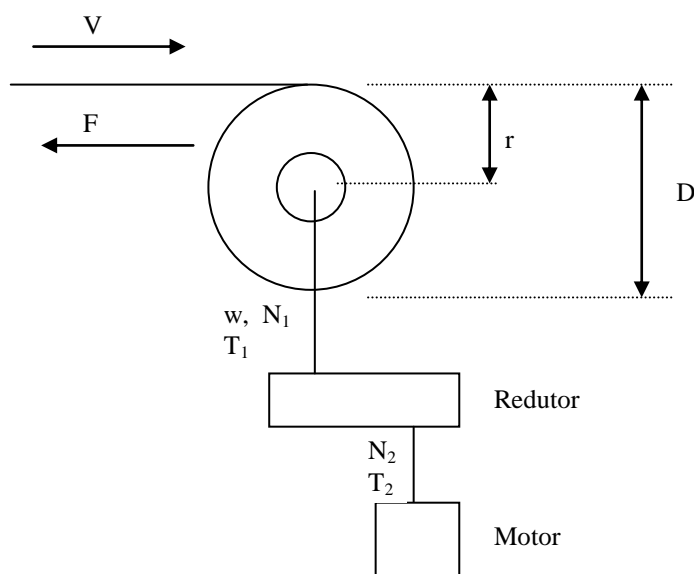

Fig. 1
A fig. 1 acima ilustra o arranjo típico e as principais grandezas envolvidas no processo de bobinamento. A velocidade de linha (V) e a velocidade angular (w) se relacionam conforme a fórmula a seguir: